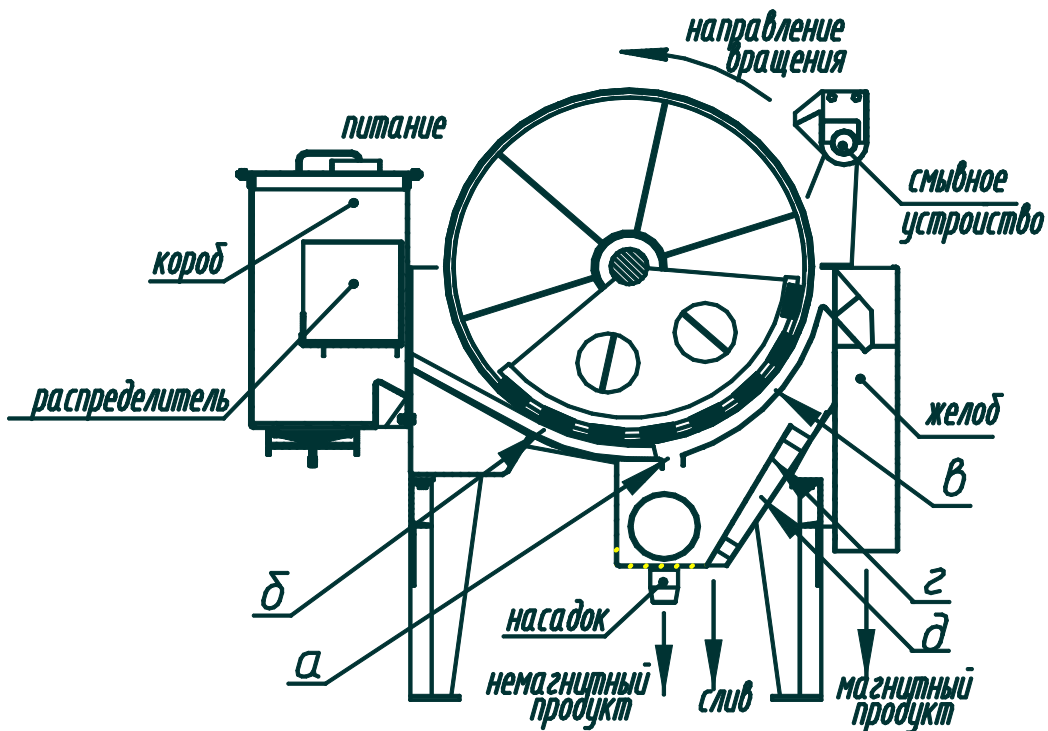

Рис.5. Сепаратор ПБМ-90/100
4.1.6. На ванне укреплен короб, через который осуществляется загрузка ванны пульпой. Внутри короба установлен распределитель, обеспечивающий равномерную подачу пульпы по ширине ванны (см.рис.5)